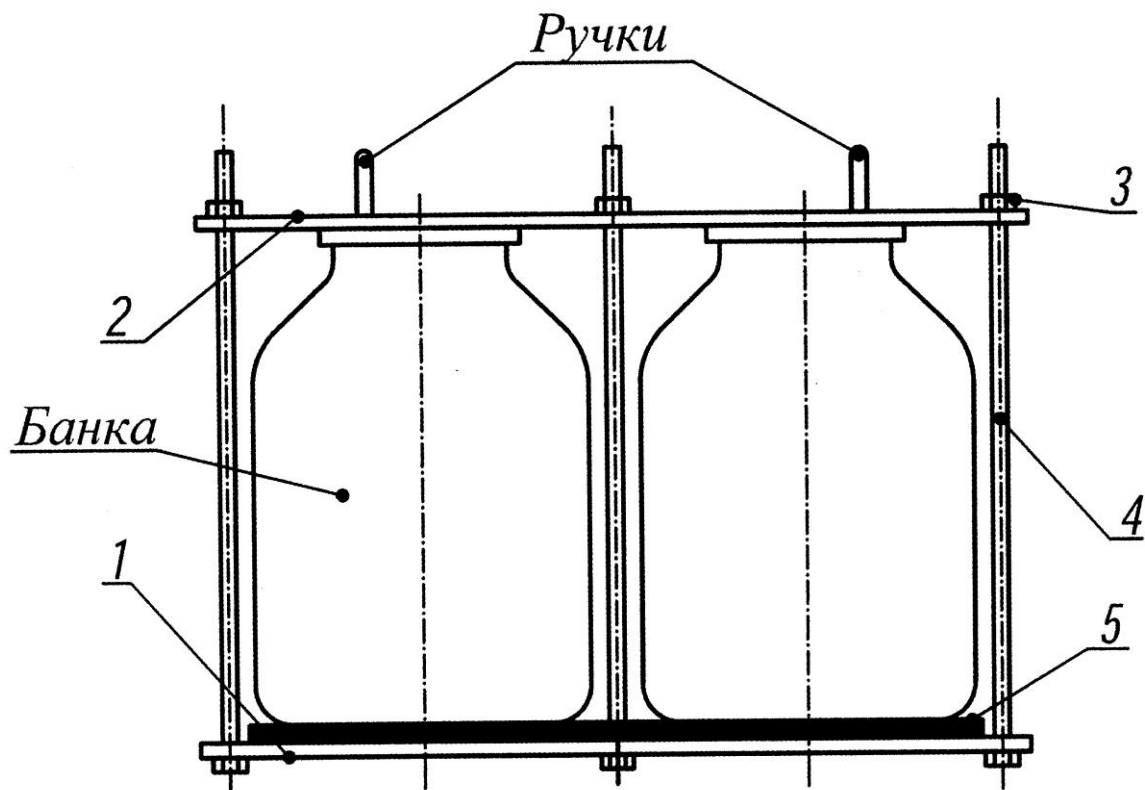

Рис. 2 Кассета
| 5. Кассета в сборе (рис.2) | 1 |
- при необходимости вынуть кассету с банками из корпуса автоклава, взявшись двумя руками за ручки крышки 2 (рис. 2) (предварительно слив воду);
Установить в кассету подготовленное количество банок с закатанными продуктами согласно таблице 2.2 (где показана максимальная вместимость) и надёжно зафиксировать банки в кассете с помощью зажимных гаек 3 (рис. 2), затягивая их крест-накрест ключом так, чтобы плотно притянуть крышку 2 к банкам с лёгким усилием.
ВНИМАНИЕ! Если Вы используете стеклянную тару с крышками марки «твист-офф» (закручивающиеся крышки) или жестяные банки, то крышку 2 (рис.2) можно не устанавливать.
При установке 0,5 л банок в два слоя, банки верхнего слоя устанавливаются непосредственно на банки нижнего слоя без резиновой прокладки 5 (рис.2). Банки должны располагаться как можно ближе к шпилькам. Банки должны иметь одинаковую высоту. Проверить надёжность крепления банок, для этого попытаться руками сдвинуть банки относительно основания и крышки кассеты. Сдвиг не допустим.